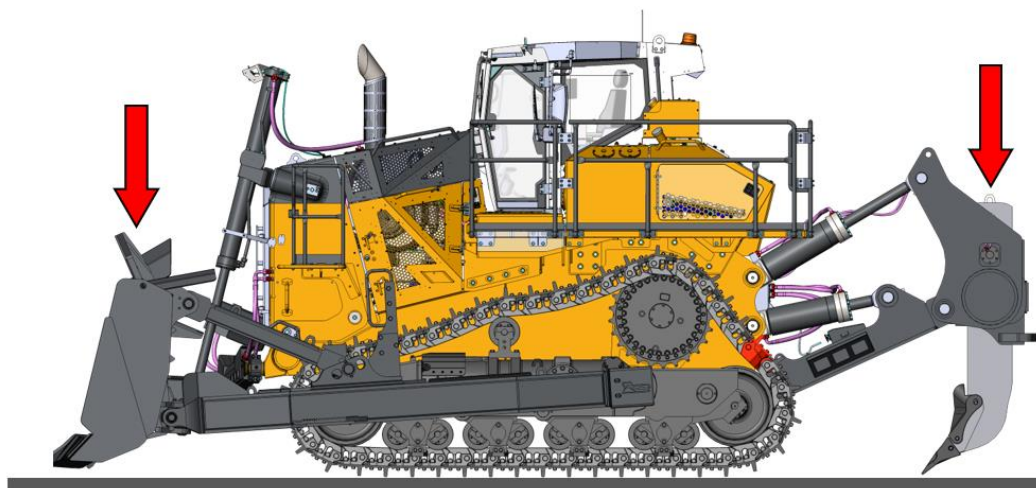

Рисунок 5.3. Положение техобслуживания
- Навесное оборудование (рабочее) опущено на землю, см. рис. 5.3.